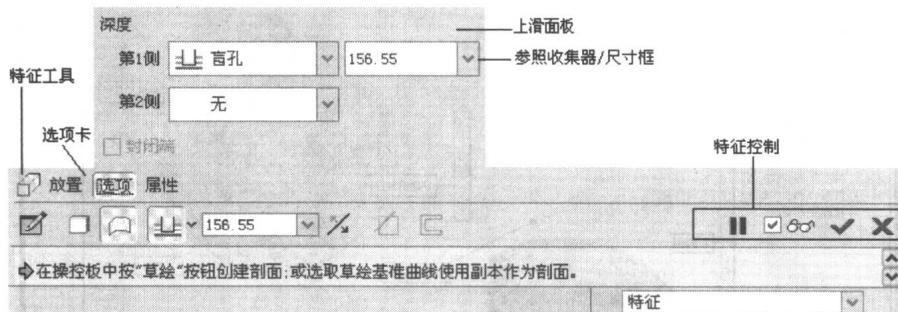

图 1-2-6 操控板区域
(5) 操作控制面板(简称操控板)区域:该区域在默认状态下位于屏幕下部,其构成如图 1-2-6 所示。